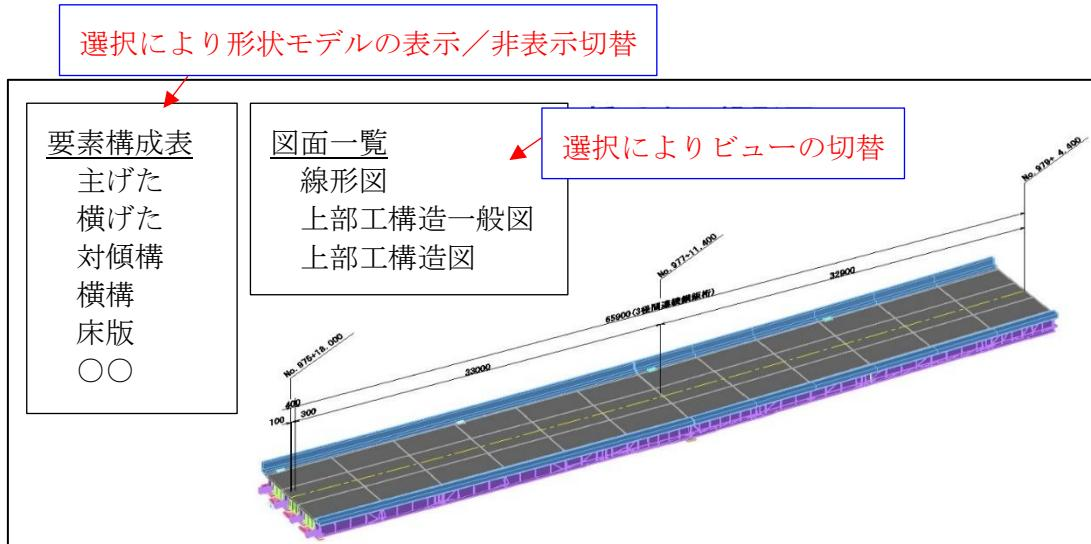

図 4-5 要素構成表及び図面一覧表の表示例
1. 形状モデルの表示・非表示の切り替えができるように、主げた、横げた、対傾構等の要素構成表を選択できることが望ましい（図4-5参照）。
3. モデル管理情報に設定された図面一覧を選択でき、平面図、断面図等の画面に切り替えができることが望ましい（図4-5参照）。